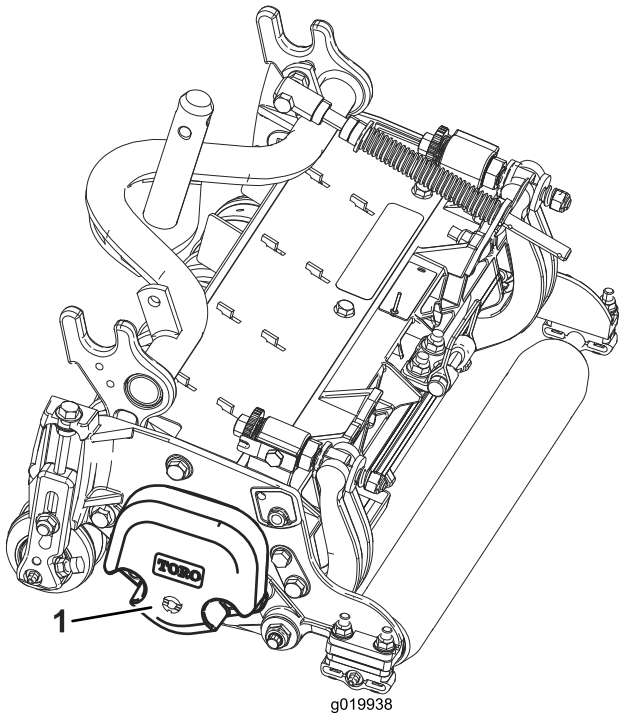

Bild 3
4. Stellen Sie sicher, dass das Gegengewicht (**Bild 3**) am richtigen Ende der Schneideinheit montiert ist, wie in der *Bedienungsanleitung* der Schneideinheit beschrieben.